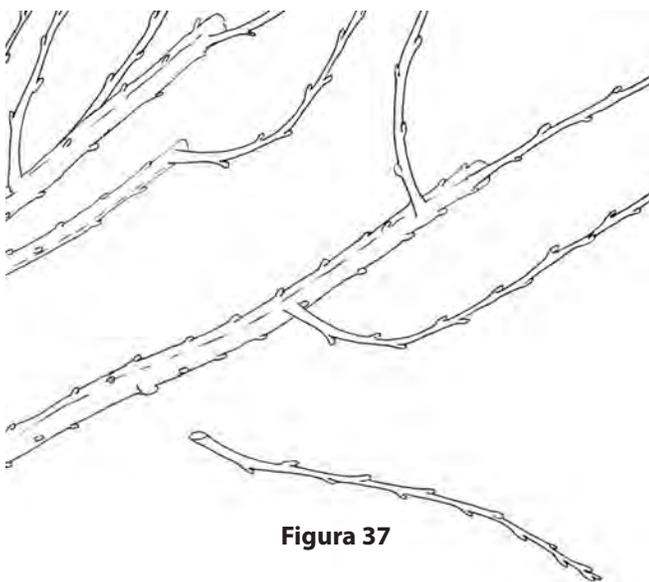

Figura 37
- Quite cualquier rama débil o colgante; éstas tienden a producir muchos frutos pequeños (Figura 37).